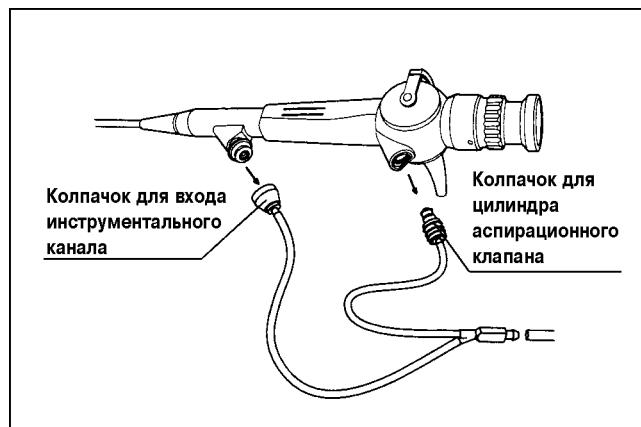

Рис. 7.11.
8. Удерживайте блок управления эндоскопа, направляя вход инструментального канала вниз, и отсоедините адаптер для аспирационной очистки от эндоскопа (см. рис. 7.11).
6. Удерживайте блок управления эндоскопа, направляя вход инструментального канала вниз, и отсоедините адаптер для аспирационной очистки от эндоскопа (см. рис. 7.11).